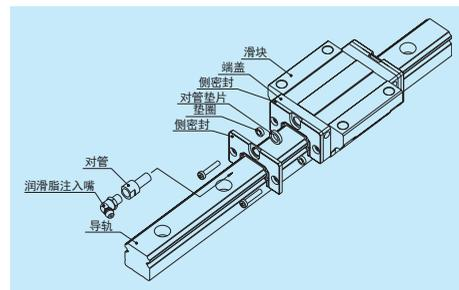

图 14 双密封
**(3) 双密封**
- 对标准成品追加安装双密封时，请利用在表 14 所示的成套双密封。(图 14)
- 对标准成品追加安装护板时，请利用如表图 14 所示的护板装置。